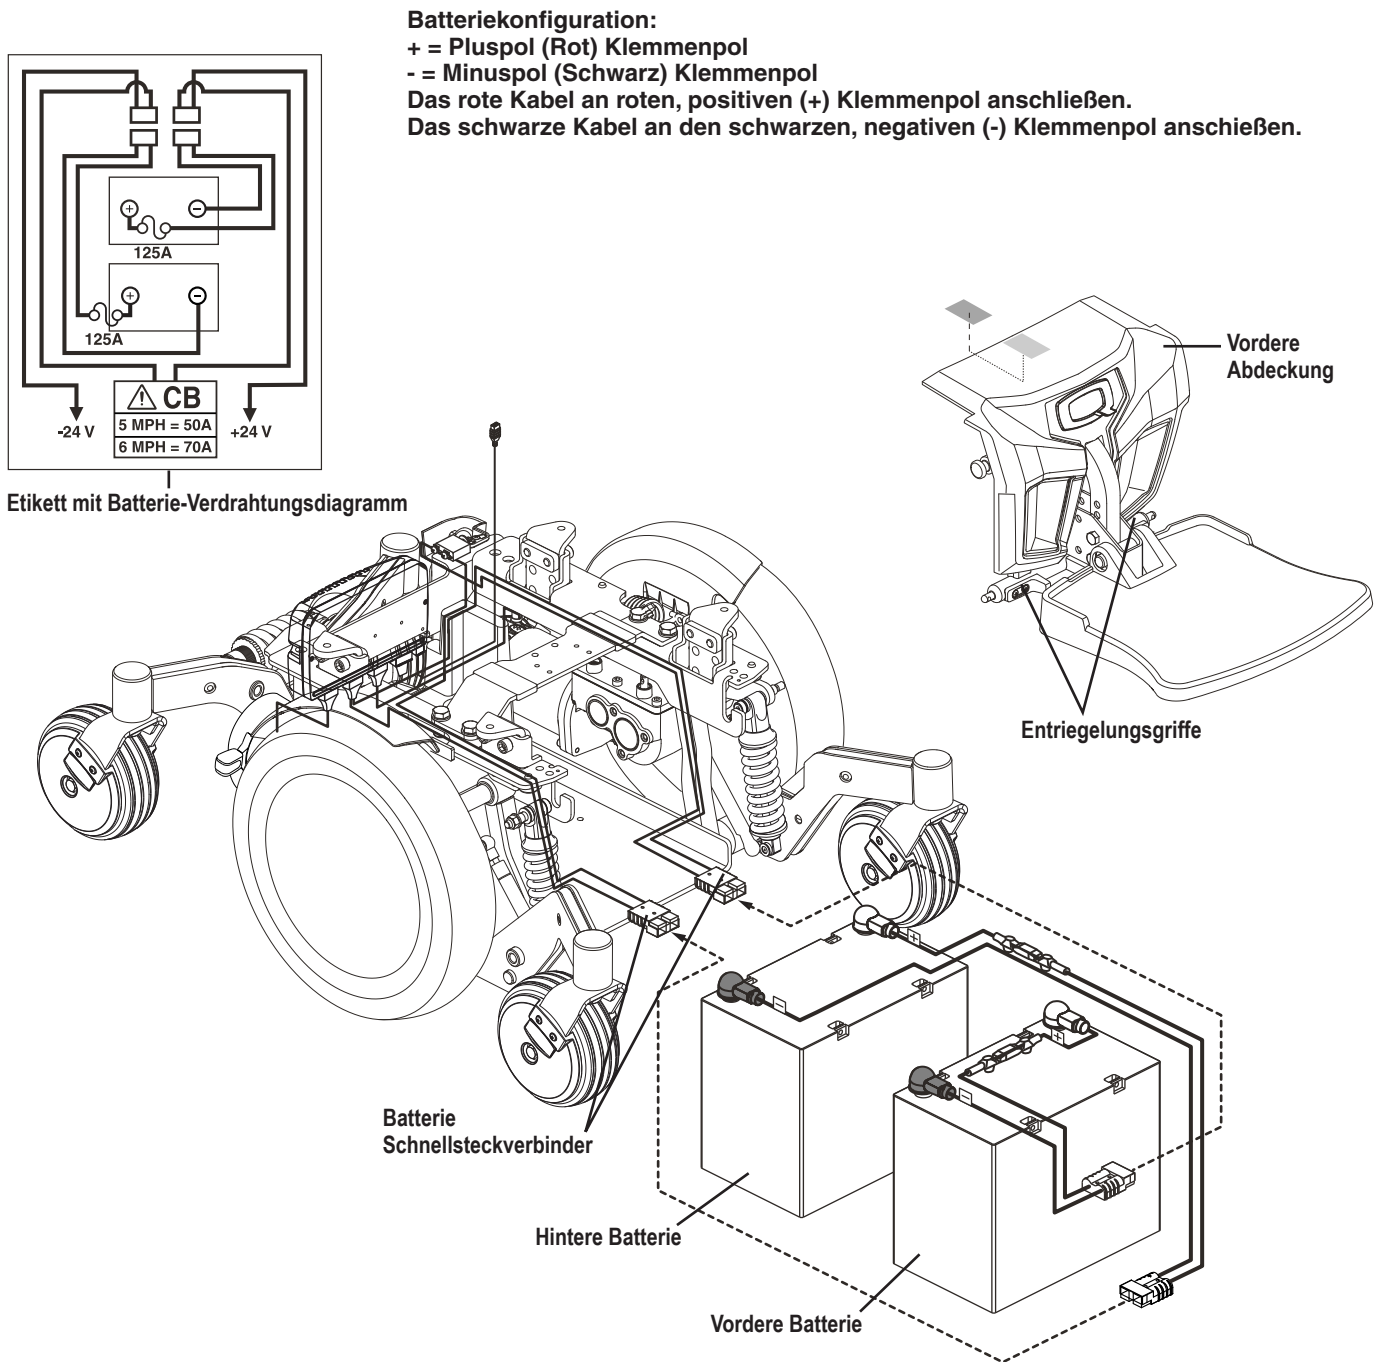

Bild 24. Einbau der Batterie
3. Entfernen Sie die vordere Abdeckung, in dem Sie die Schnellentriegelungsgriffe (**siehe Bild 24**) drücken und das Fußbrett nach oben und vom Netzteil weg heben.
4. Stöpseln Sie die Batteriestecker aus, ebenfalls via Schnellentriegelung. **Siehe Bild 24.**
7. Verbinden Sie den Kabelbaum mit der neuen vorderen Batterie im Einklang mit dem Diagramm der Batterieverkabelung. **Siehe Bild 24.**
8. Verbinden Sie den Kabelbaum der Batterie mit der neuen hinteren Batterie, im Einklang mit dem Diagramm der Batterieverkabelung. **Siehe Bild 24.**